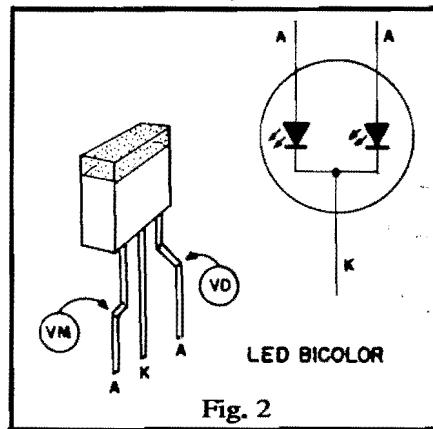

Fig. 2
- Constatada "sobra" ou "falta" de sensibilidade no R-CORUS, o Leitor/Hobbysta deverá, basicamente, atuar na modificação do valor original do resistor de realimentação do primeiro bloco amplificador (1M, marcado com asterisco, na fig. 2). O valor desse resistor é **INVERSAMENTE** proporcional à sensibilidade de entrada do R-CORUS. Assim, tornando-se necessário **aumentar** a sensibilidade, seu valor deverá ser experimentalmente **reduzido**, até
- FIG. 2 - Importantes na configuração circuitual do JOCAN, são os LEDs indicadores, do tipo bicolor. Esses componentes, vistos na figura em aparência, identificação de terminais e símbolo, contém, num mesmo encapsulamento, duas "pastilhas" de Diodos Emissores de Luz, uma **vermelha** e uma **verde**. Os **anodos** (terminais A) são individualizados, acessados externamente via terminais específicos. Já o **catodo** (terminal K) é "comum", ou seja: existe um só **catodo** para os dois LEDs internos ao componente. Notem que tal configuração permite interessantes "truques" óticos... Energizado apenas o LED vermelho, essa cor se manifestará no difusor do componente. Se, por outro lado, apenas a pastilha **verde** for energizada, o difusor do LED mostrará, obviamente, a cor verde. Já se **ambas** as "pastilhas" forem simultaneamente energizadas, a "soma" ótica das duas cores resultará em luminosidade **amarela** no difusor! Assim, em termos de funcionamento final, temos nada menos que **quatro** es-
do meio, no LED, seja ligado ao furinho do meio, no respectivo grupinho de furos... Não é importante "parar" que lado ficou" o **anodo** vermelho ou o **anodo** verde (rever fig. 2). Notar que toda a fiação deverá ter seus comprimentos dimensionados de acordo com o "encaixamento" previsto para o JOCAN (próxima figura, com detalhes), o mesmo ocorrendo com o próprio tamanho das "pernas" dos 3 LEDs.